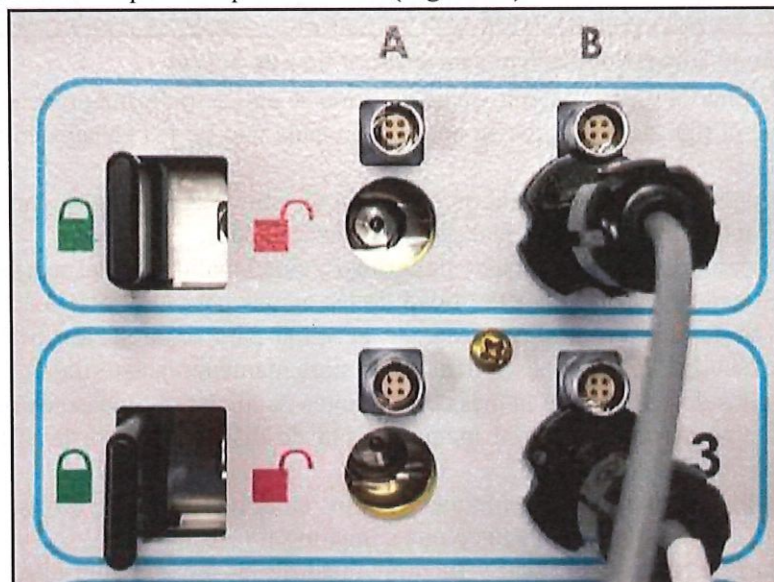

Figura 16. Bloqueo de la aguja en el canal
4. Tras introducir una o varias agujas en el canal deseado, deslice la barra de bloqueo de modo que se aleje del centro del sistema para bloquear el canal (Figura 16).